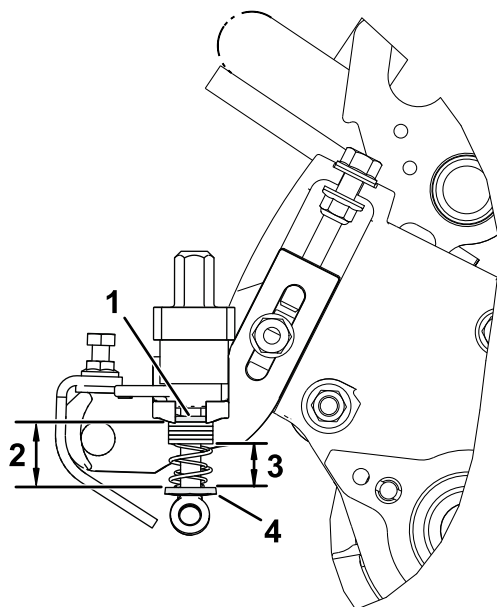

Figura 20
4. Meça a distância entre as anilhas (comprimento da mola atual) como se mostra na Figura 20.